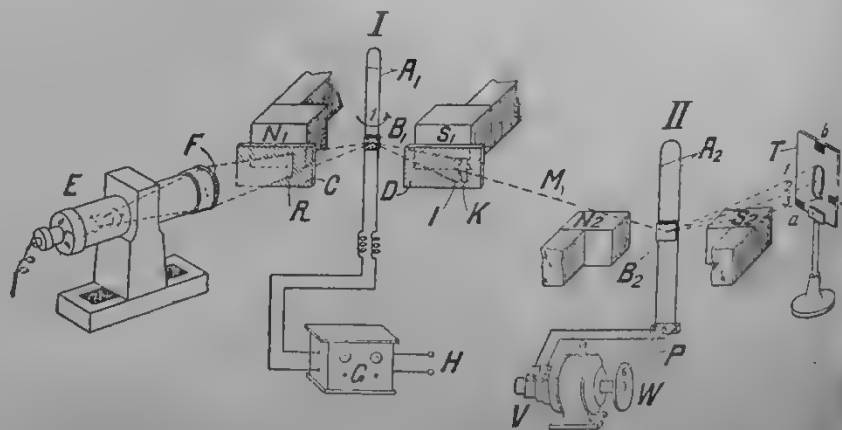

Рис. 2. Схема приемника Михали.
В приемном устройстве (рис. 2) имеется два осциллографа: один из них (I) служит для превращения электрических импульсов приема в визуально усиленные кадрыным усилителем G , в пропорциональный каждому импульсу световой эффект; другой (II) для направления соразмеренного таким образом по силе пучка света — на соответствующий участок приемного экрана.